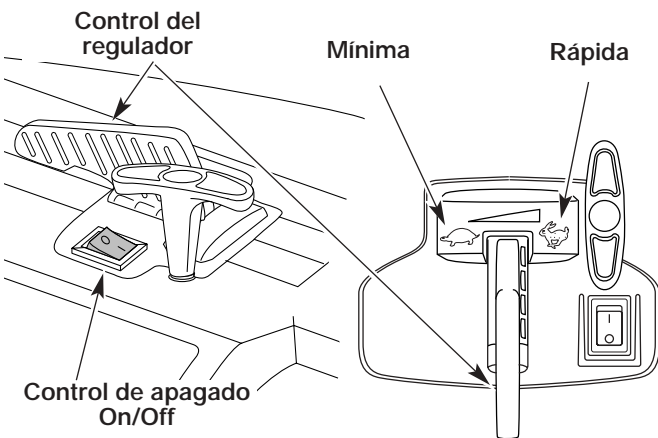
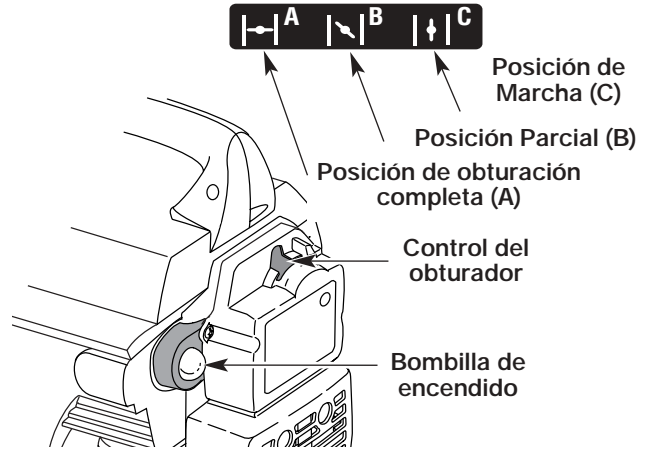

Fig. 9
Fig. 10
NOTA: El control de apagado On/Off es un interruptor transitorio y siempre está en posición de ENCENDIDO (ON) (I) (Fig. 9).
3. Oprima y suelte por completo la bombilla de encendido lentamente de 5 a 7 veces. Debe poder sentir y ver el combustible en la bombilla (Fig. 10). Si el combustible no ha entrado a la bombilla, oprima tres veces más, o hasta que lo haga.
4. Coloque el control de obturación en la posición de obturación completa (FULL) (A |←|) (Fig. 10).
5. Con la unidad sobre el suelo (Fig. 11), mueva el control del regulador a la posición rápida (↻) (Fig. 9).
7. Coloque el control de obturación en la posición parcial (PARTIAL) (B |↘|) (Fig. 10).
10. Deje calentar el motor durante 5 a 10 segundos. Coloque el control de obturación en la posición de marcha (RUN) (C |↑|) (Fig. 10).
NOTA: Si el motor se inunda mientras intenta arrancar, coloque el control del obturador en la posición de marcha (RUN) (C |↑|). Mueva el control del regulador a la posición rápida (↻) (Fig. 9). Tire de la cuerda de arranque rápidamente. El motor debe arrancar con tres (3) a ocho (8) tirones.
NOTA: No hace falta usar el obturador cuando arranque un motor caliente. Coloque el control del regulador en la posición rápida (↻) (Fig. 9) y arranque la unidad con el control de obturación en la posición parcial (PARTIAL) (B |↘|) (Fig. 10).
1. Mueva el control del regulador a la posición de mínima (↻) (Fig. 9). Deje enfriar el motor en mínima durante 10 a 15 segundos.
2. Oprima y sostenga el control de apagado On/Off en la posición de apagado (STOP) (O) hasta que el motor se detiene por completo (Fig. 9).
1. Oprima y sostenga el control de apagado On/Off en la posición de apagado (STOP) (O) hasta que el motor se apague por completo (Fig. 9).